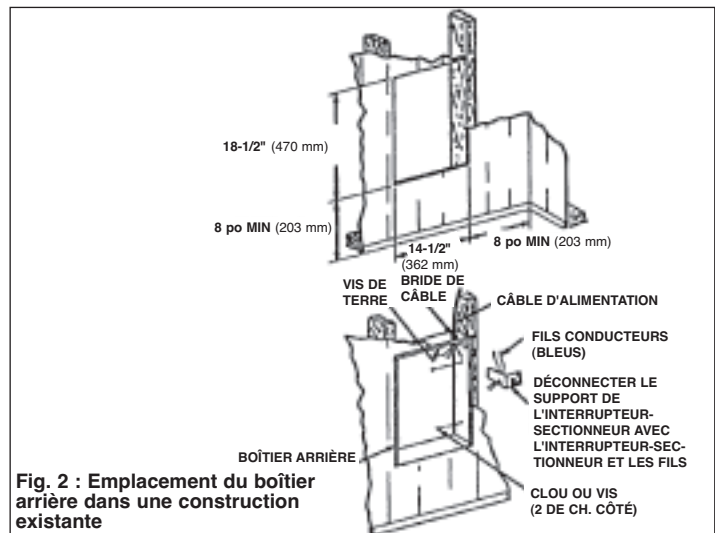

Fig. 2 : Emplacement du boîtier arrière dans une construction existante
1. À la hauteur d'installation désirée, pratiquer une ouverture murale ayant une largeur de 14 1/2 po (362 mm) et une hauteur de 18 1/2 po (470 mm), tout en préservant un dégagement d'au moins 8 po (203 mm) avec le sol (voir la figure 2).